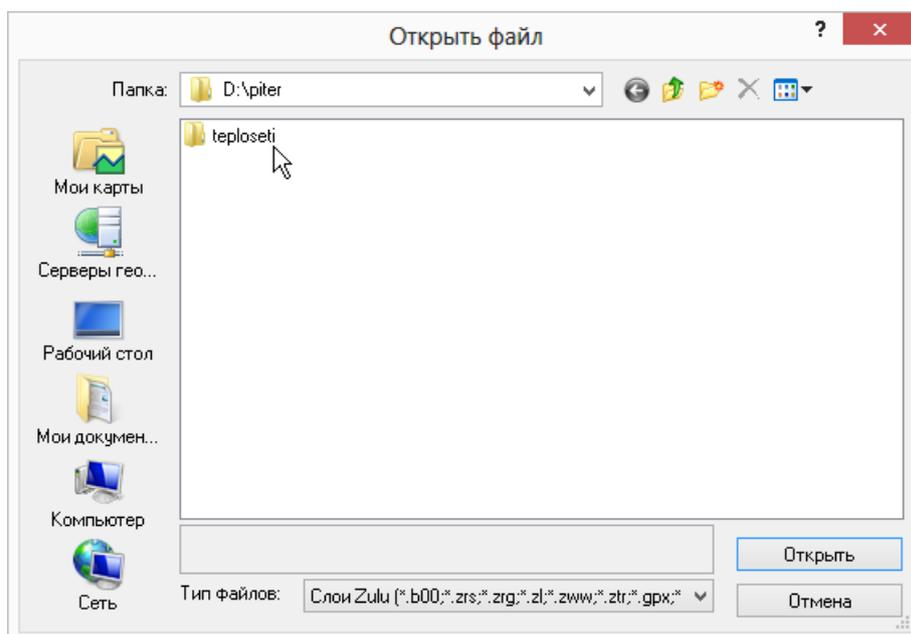

Рисунок 4.1. Диалог выбора слоя
2. Выбрать команду главного меню Слой|Структура слоя или нажать кнопку . На экране появится диалог выбора слоя. (см. Рисунок 4.1, «Диалог выбора слоя»).